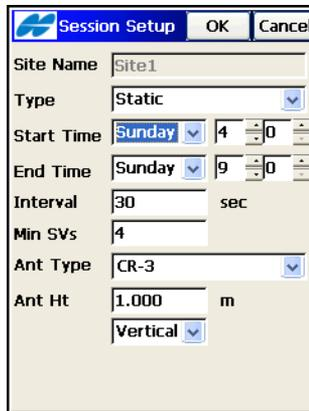

Abbildung 6-34. Session-Setup
2. Legen Sie im Fenster *Session-Setup* (Abbildung 6-34) die Parameter der Sessions fest.